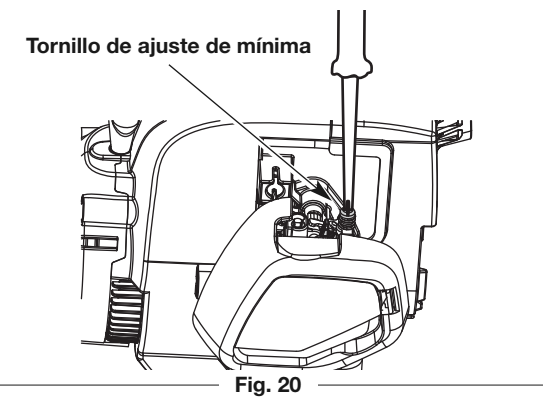

Fig. 20
2. Suelte el control del acelerador y deje que el motor funcione en ralentí. Si el motor se para, use un destornillador Phillips pequeño para girar el tornillo de velocidad de ralentí en el sentido de las agujas del reloj, 1/8 de giro cada vez (según sea necesario) hasta que el motor funciona al ralentí de manera uniforme (Fig. 20).
3. Si el motor funciona al ralentí demasiado rápidamente, gire el tornillo de velocidad de ralentí en el sentido contrario a las agujas del reloj, 1/8 de giro cada vez (según sea necesario) para reducir la velocidad de ralentí (Fig. 20).